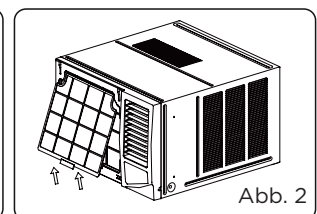

Abb. 2
- Fassen Sie die Lasche am Ende des Filters, heben Sie ihn an, ziehen Sie ihn dann zu sich hin und ziehen Sie den Filter heraus (siehe Abb. 2)
1. Setzen Sie den Luftfilter von oben nach unten in den Schlitz des Rahmens ein. (Siehe Abb. 2)